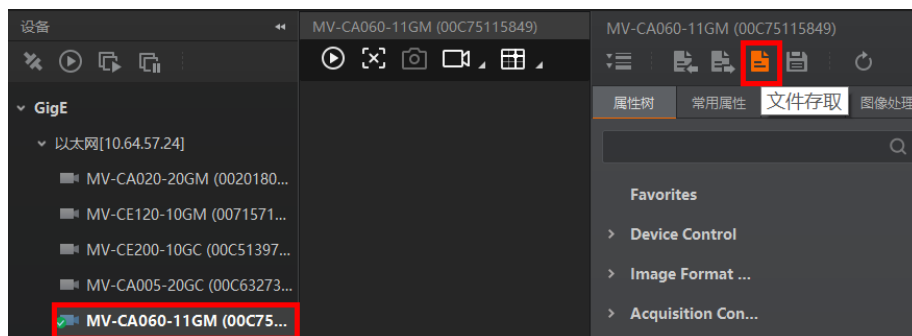

图8-9 文件存取
1. 在设备列表区，选择待存取文件的相机，并在 MVS 客户端右上方单击文件存取图标 ，如图 8-9 所示。